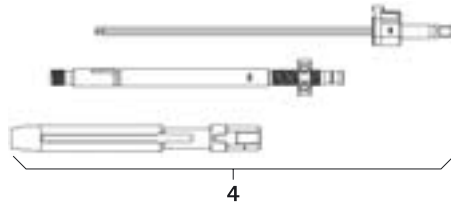

Afb. 7
- Demonteer het aftrekhelpstuk, zie Afb. 7.